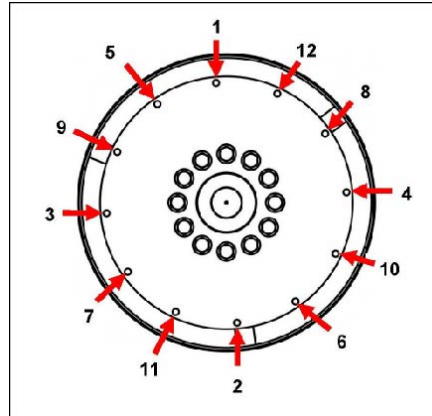

FIGURE 22. SÉQUENCE FIXE
10. Déposer les goujons d'alignement. Monter les vis d'accouplement en utilisant des rondelles de jauge industrielles sous têtes. Serrer les vis pour fixer le disque d'accouplement au volant dans l'ordre indiqué sous Figure 22 à la page 44.